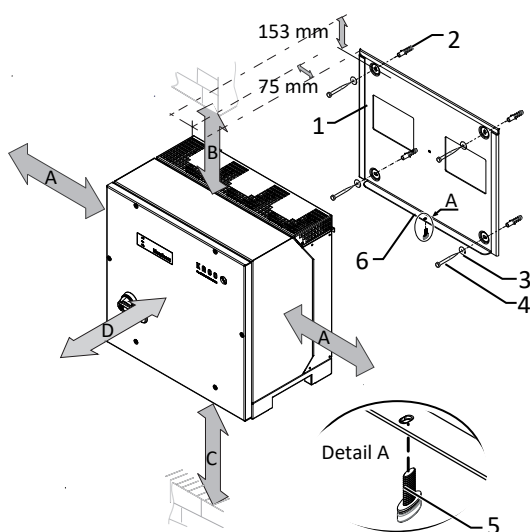

Abb. 16: Mindestabstände für Wandmontage
3. Beiliegende Schraube an der Lasche der Halterung einsetzen und Gerät zur Sicherung gegen Ausheben befestigen [ T30 /  2 Nm] ([Siehe Abbildung 16 [► Seite 20]]).